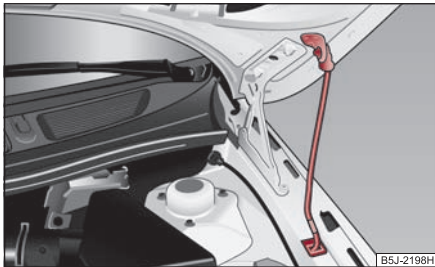

Abb. 16 Sicherung der Motorraumklappe mit der Klappenstütze
- Nehmen Sie die Klappenstütze aus der Halterung und setzen Sie die Klappenstütze in die dafür vorgesehene Öffnung ⇒ Abb. 16.